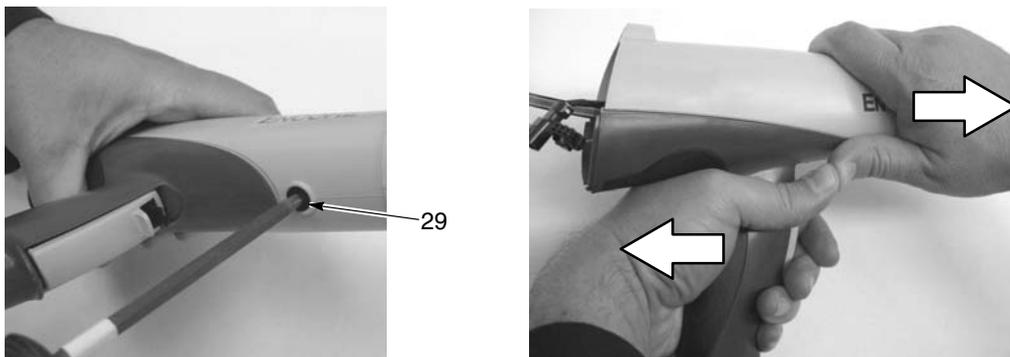

Figura 6-3 Rimozione del corpo della pistola dall'impugnatura
4. Vedi figura 6-3. Togliere la vite in nylon nera (29) dal corpo della pistola.